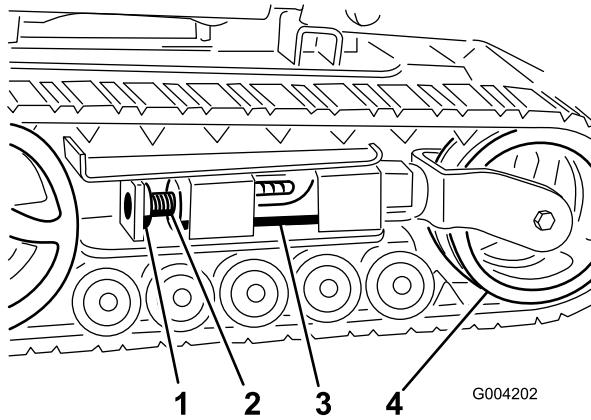
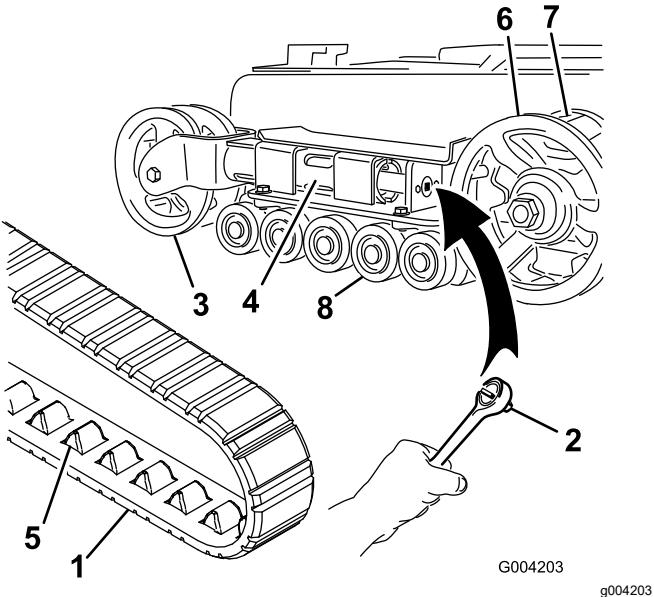
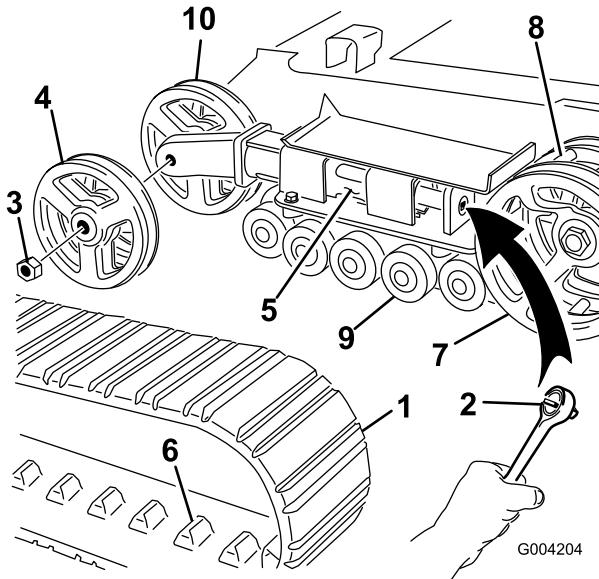

Bild 47
Bild 48
Bild 49
4. Entfernen Sie die Befestigungsschraube und Mutter (Bild 47).
6. Richten Sie die am nächsten liegende Kerbe in der Spannschraube mit dem Loch der Befestigungsschraube aus und befestigen Sie die Schraube mit der Befestigungsschraube und Mutter (Bild 47).
Hinweis: Sie haben Schmalspurketten, wenn die vorderen Spannungsräder an der Innenseite einer Gabel am Ende des Spannungsrohrs montiert sind (Bild 48).
5. Lösen Sie die Antriebsspannung mit einer Ratsche ($\frac{1}{2}$ "), indem Sie die Spannschraube nach rechts drehen (Bild 47 und Bild 48).
6. Drücken Sie das Spannrad zur Rückseite der Maschine, um den Druckschlauch gegen den Rahmen zu bewegen (Bild 48).
8. Wenn Sie die Kette vom Spannrad entfernt haben, entfernen Sie sie auch vom Antriebsrad und den Straßenrädern (Bild 48).
9. Legen Sie die neue Kette, beginnend beim Antriebsrad, um das Rad und stellen Sie sicher, dass die Stollen an der Kette zwischen die Zahnräder am Kettenrad passen (Bild 48).
10. Drücken Sie die Kette unter und zwischen die Straßenräder (Bild 48).
Hinweis: Sie haben Breitspurketten, wenn die vorderen Spannungsräder an der Seite am Ende des Spannungsrohrs montiert sind (Bild 49).
5. Lösen Sie die Antriebsspannung mit einer Ratsche (1/2"), indem Sie die Spannschraube nach rechts drehen (Bild 47 und Bild 49).
6. Drücken Sie das Spannrad zur Rückseite der Maschine, um den Druckschlauch gegen den Rahmen zu bewegen (Bild 49).
7. Nehmen Sie die Mutter ab, mit der das äußere Spannrad befestigt ist. Nehmen Sie das Rad ab (Bild 49).
8. Nehmen Sie die Kette ab (Bild 49).
9. Nehmen Sie die Mutter ab, mit der das innere Spannrad befestigt ist. Nehmen Sie das Rad ab (Bild 49).
13. Setzen Sie das innere Spannrad ein und befestigen Sie es mit der vorher abgenommenen Mutter (Bild 49).
15. Montieren Sie die neue Kette. Achten Sie darauf, dass die Stollen in der Kette zwischen die Zahnräder in der Mitte des Antriebsrads passen (Bild 49).
16. Setzen Sie das äußere Spannrad ein und befestigen Sie es mit der vorher abgenommenen Mutter (Bild 49).
6. Setzen Sie die eingefettete Straßenradkappe auf den Schraubenkopf (Bild 48).
7. Befestigen Sie die Straßenradkappe mit dem Sprengring (Bild 48).